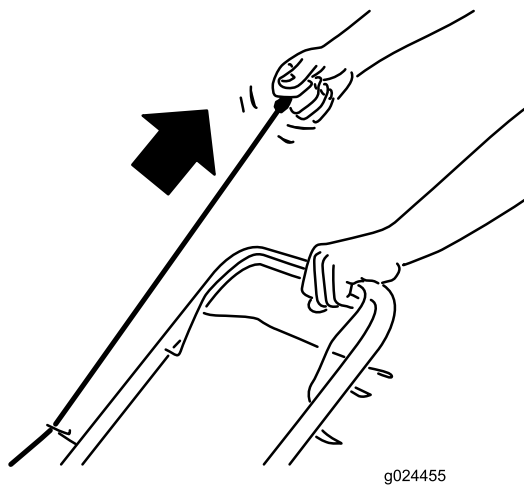

Figura 13
2. **Figura 13** Tirate leggermente la stegola dell'avviatore autoavvolgente fino ad avvertire una certa resistenza, quindi date uno strappo e lasciate che ritorni lentamente al guidacavo sulla stegola.